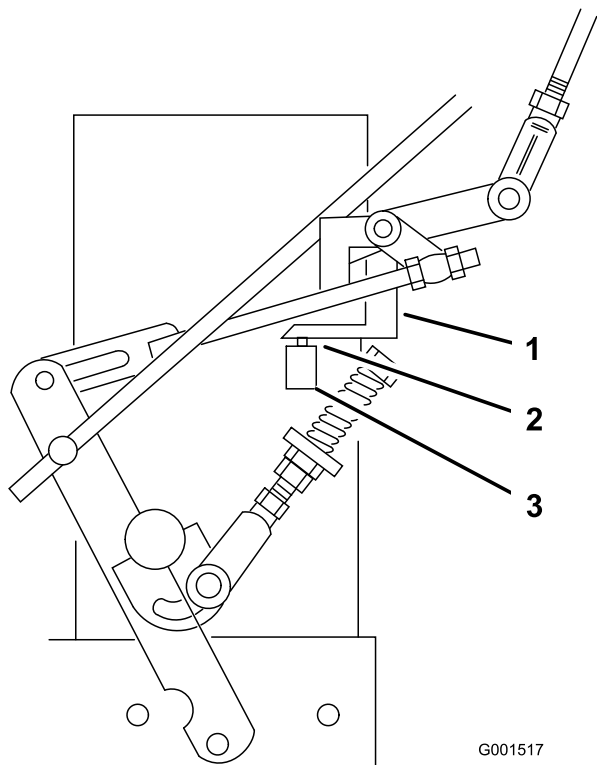

Bild 30
7. Stellen Sie sicher, dass der Sicherheitsschalter gedrückt ist und ein Abstand von 8 mm zwischen der Auslösernase und dem Schalter besteht (Bild 30).
8. Ändern Sie ggf. die Schalterposition, um einen Abstand von 8 mm zu erhalten (Bild 30).